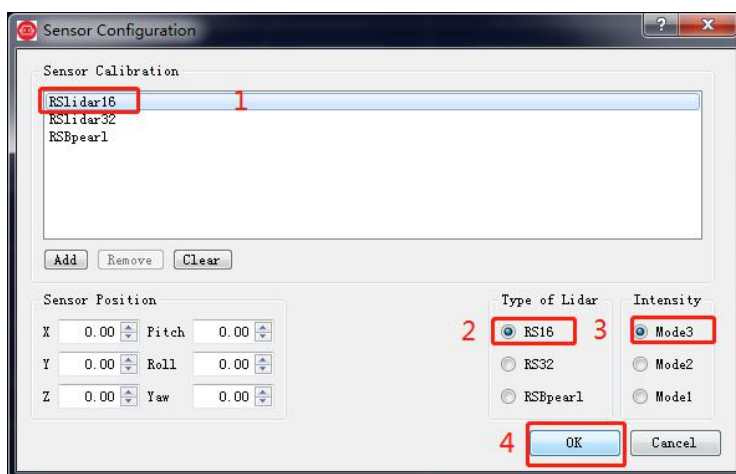

图 C-2 选择 RS-LIDAR-16 参数配置文件
4. 在弹出的 **Sensor Configuration** 窗口中，选择 RSlidar16, “Type of Lidar” 勾选 RS16, “Intensity” 选择 Mode3,之后点击 “OK” 即可，如下图 C-2 所示：